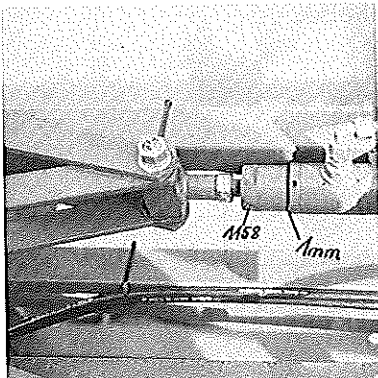

Abb. 35
4. Die Anschlagbuchsen (1154-1156) so einstellen, daß in eingeklapptem Zustand zwischen Anschlagbuchse und Zylinder noch ca. 1 mm Luft ist. Anschlagbuchse mit Schraube (1158) Abb. 35 sichern.